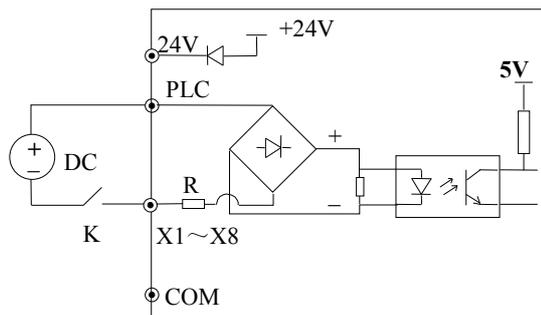

图 2-15 使用外部电源的连线方式
2) 使用外部电源，接线方式如图2-15（注意去除PLC与24V端子间的连接线）。